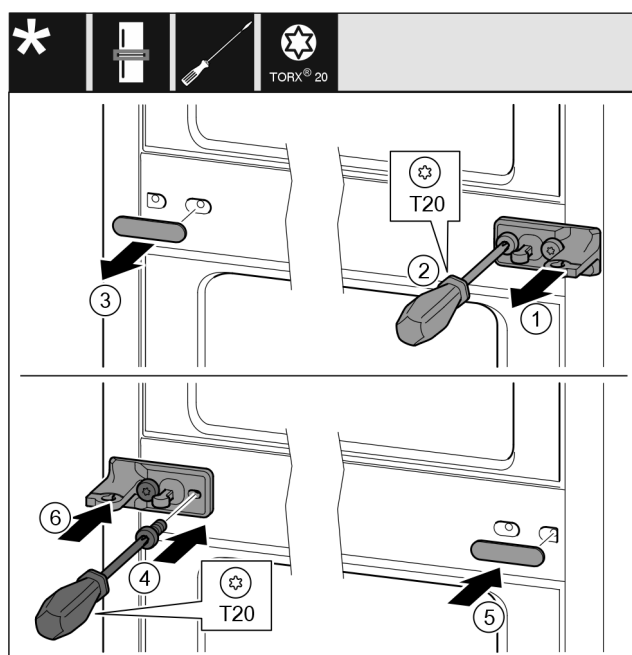

Fig. 43
- ▶ Húzza le az alátétet Fig. 43 (1).
- ▶ Tekerje ki a csavarokat Fig. 43 (2) csavarhúzóval.
- ▶ Óvatosan húzza le a fedelet Fig. 43 (3).
- ▶ Csavarozza fel szilárdan, 180°-kal elfordítva a csapágybakot a fóliával Fig. 43 (4) a másik oldalra.
- ▶ Szerelje fel a fedelet Fig. 43 (5) 180°-kal elfordítva a másik oldalra.
- ▶ Tolja fel az alátétet Fig. 43 (6) előlről.